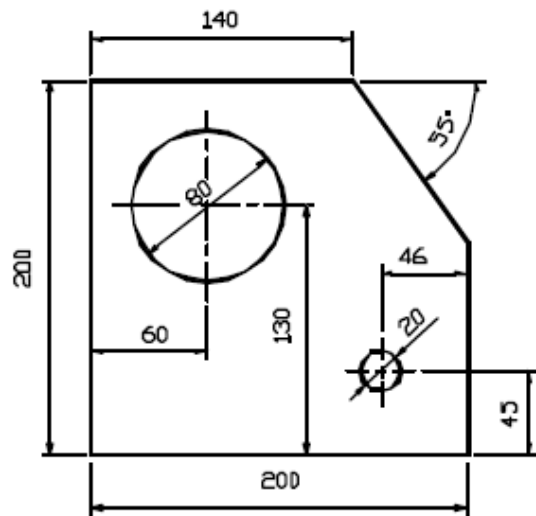

Figura 1.10.5
- **Linha contínua:** As cotas horizontais devem vir sempre **acima da linha de cota**, e as cotas verticais à **esquerda da linha de cota**, *Figura 1.10.5*.